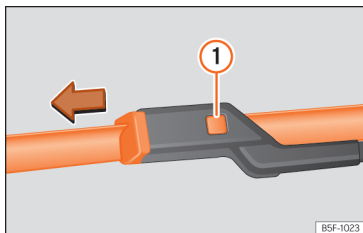

Fig. 191 Substituição das escovas do limpa-vidros.
- Mantenha pressionado o botão de desbloqueio » » » Fig. 191 ① puxando ligeiramente pela escova no sentido da seta.